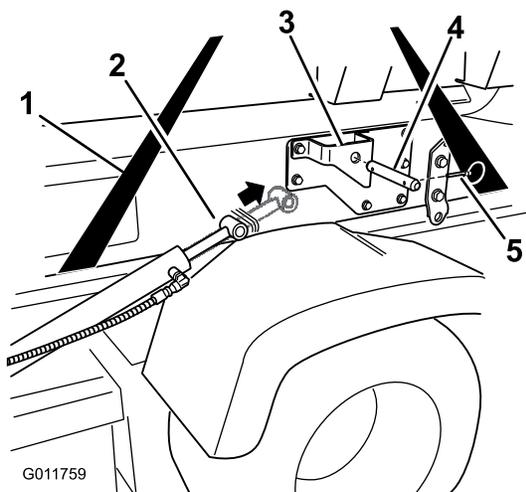

Bild 20
4. Verlängern Sie die Hubzylinder bis zu den Halterungen am Behältergestell. Fluchten Sie die Zylinderarme mit den Löchern in den Halterungen am Behältergestell aus (Bild 20).